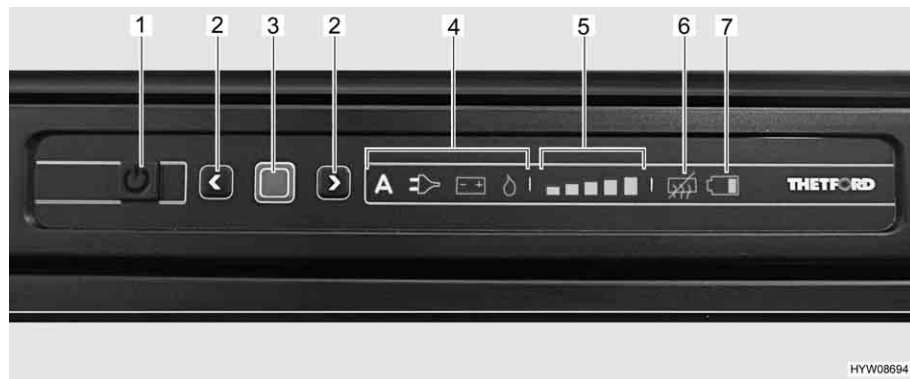

Bild 230 Kylskåp Thetford N3000 med lysdiod-reglage
- Tryck på på/av-knappen (Bild 230,1) i en sekund. Knappen tänds med grönt ljus. Efter ca 10 sekunder dimmas indikeringen automatiskt för att spara ström.
- Tryck på bekräftelseknappen (Bild 230,3). Det sist valda driftläge visas.
- Tryck ned bekräftelseknappen (Bild 230,3) i cirka 2 sekunder. Symbolen för driftläge blinkar.
- Manuellt energival: Med pilknapparna (Bild 230,2) väljer du önskad energikälla.
- Automatiskt energival (endast för utförande med automatiskt energival): Välj driftläget "A" med hjälp av pilknapparna (Bild 230,2).
- Bekräfta valet med bekräftelseknappen (Bild 230,3).
- Tryck på bekräftelseknappen (Bild 230,3) igen. Kylvivaindikatorn (Bild 230,5) blinkar.
- Ändra inställningen genom att trycka på pilknapparna (Bild 230,2) tills önskad inställning visas.
- Tryck på på/av-knappen (Bild 230,1) i cirka 2 sekunder. Alla lampor släcks. Kylskåpet är avstängt.
Kyltemperaturreglering När kylskåpet sätts på väljs automatiskt den sist valda termostatinställningen. Denna inställning kan ändras manuellt med pilknapparna (Bild 230,2). Det tar alltid några timmar innan man har en normal drifttemperatur i kylskåpet. Vid omkopplingen till ett annat driftläge, bibehålls termostatinställningen.